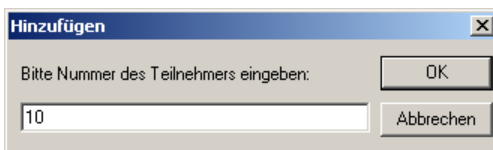

Bild 4-38 Dialog zur Eingabe der Teilnehmernummer
3. Geben Sie in das Eingabefeld des Dialogs *Hinzufügen* die Teilnehmernummer des einzurichtenden SINAUT-Teilnehmers ein und bestätigen Sie die Eingabe mit *OK* (siehe Bild 4-38).